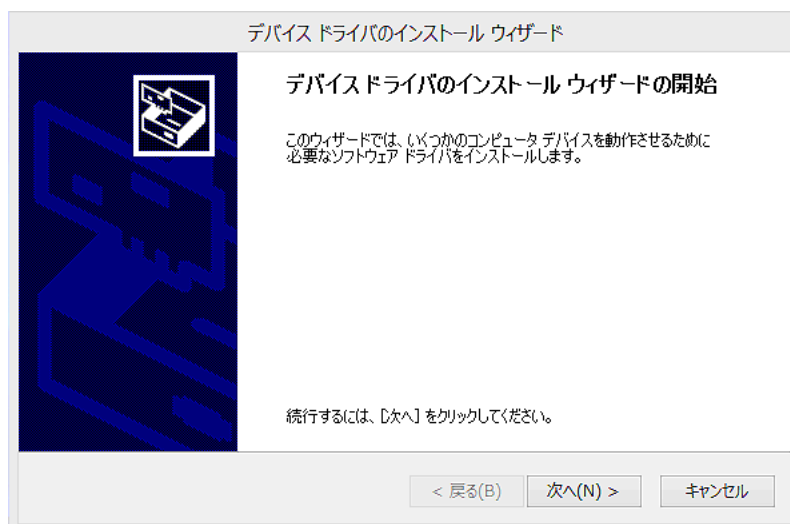

図9：インストールウィザード
- ③ 「Extract」を選択すると、図9：インストールウィザード画面が表示されます。